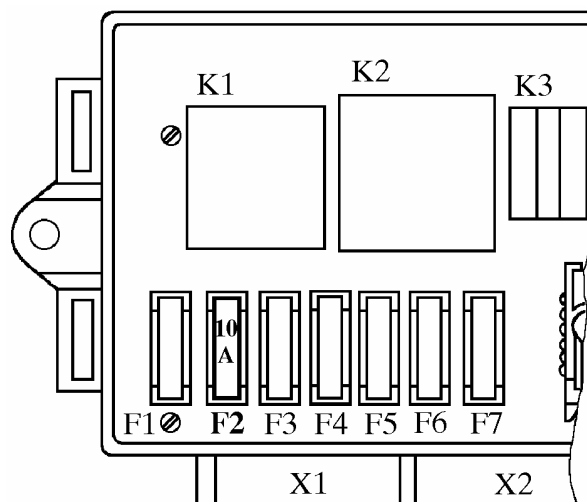

Рис. 2. Блок реле и предохранителей
5.2.1. Проверить предохранитель F2 (10А) (рис. 2), сняв крышку блока реле и предохранителей, расположенного на левом усилителе брызговика в подкапотном пространстве.